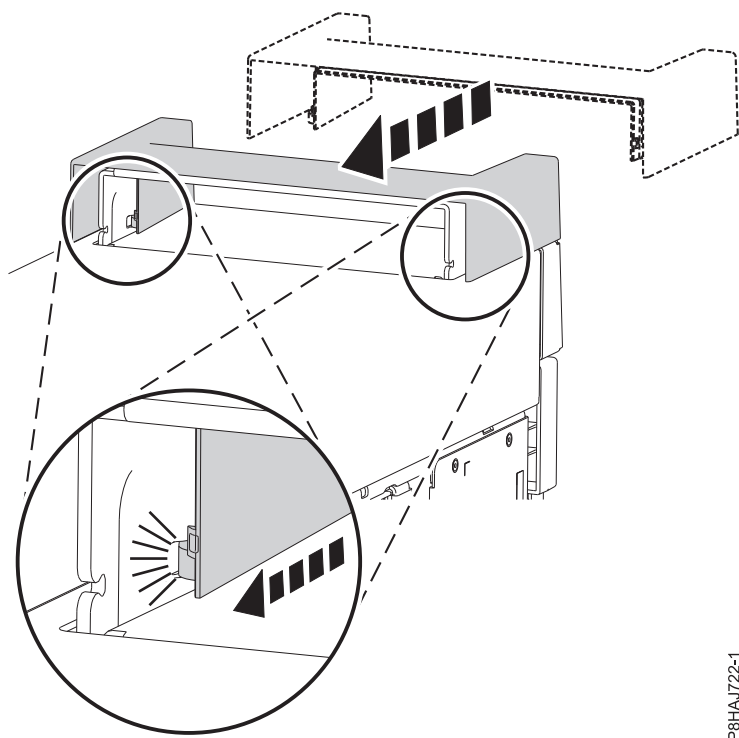

Abbildung 35. Befestigen der Griffabdeckung bei einem Standalone-System vom Typ 8286-41A
1. Befestigen Sie die Griffabdeckung an der internen RDX-Andockstation (FC EUA3), indem Sie sie in Richtung der Rückseite des Systems schieben. Siehe Abb. 35.